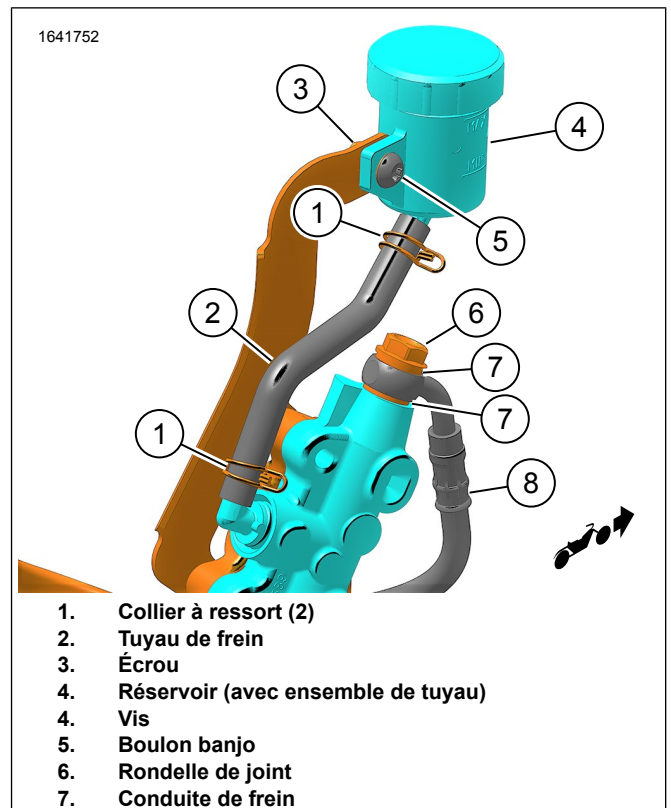
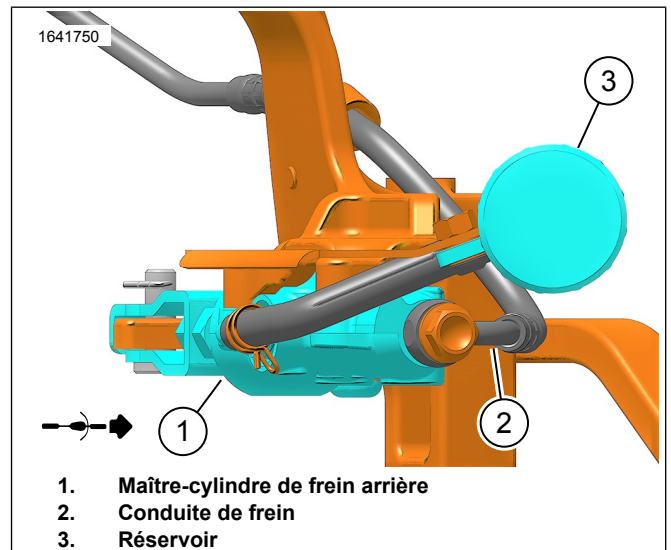
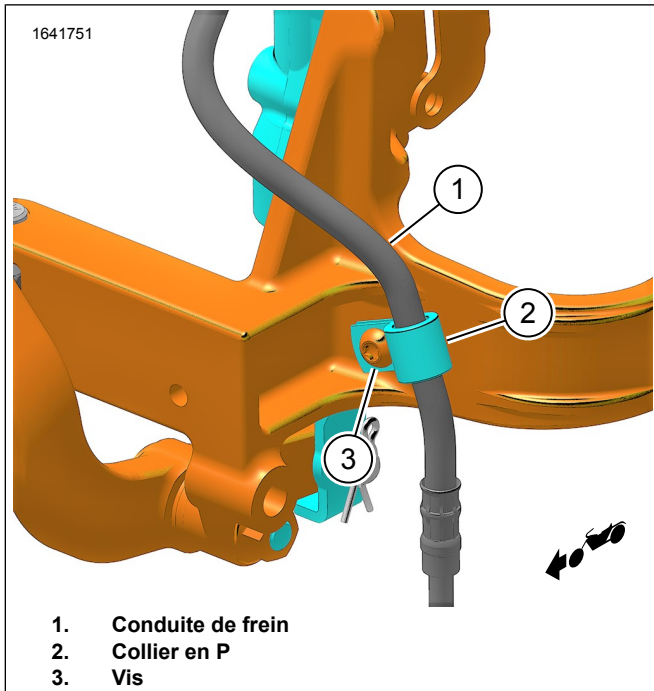

Figure 11. Réservoir du maître-cylindre de frein arrière
Figure 12. Vue de dessus, positionnement de la conduite de frein
Figure 13. Collier en P
- c. Installez la pédale de frein (5) sur la chape du maître-cylindre (8).
- d. Installez l'axe de chape (6) et la goupille fendue (7).
3. Voir la Figure 11. Installez l'ensemble du réservoir de maître-cylindre de frein arrière.
- a. Installez le réservoir (4).
- b. Appliquez du bloqueur de filetage à la vis (5).
- d. Repositionnez le collier à ressort (1) sur le tuyau de frein (2) qui s'installe sur le maître-cylindre.
- e. Installez le tuyau de frein (2) sur le maître-cylindre à partir du réservoir (4).
- f. Déplacez le collier à ressort (1) pour verrouiller le tuyau de frein.
4. Voir la Figure 11. Installez la conduite de frein sur le maître-cylindre arrière.
- a. Voir la Figure 12. Positionnez la conduite de frein comme indiqué.
- b. Voir la Figure 11. Installez les **nouvelles** rondelles de joints (7).
- c. Installez le boulon creux (6) sans le serrer.
- d. Voir la Figure 13. Installez le collier en P (2) sur la conduite de frein (1).
- e. Installez la vis (3) sans la serrer.
- f. Voir la Figure 12. Vérifiez que la conduite de frein est correctement acheminée comme indiqué.
- g. Voir la Figure 13. Serrez la vis (3).
- h. Voir la Figure 11. Serrez le boulon creux (6).